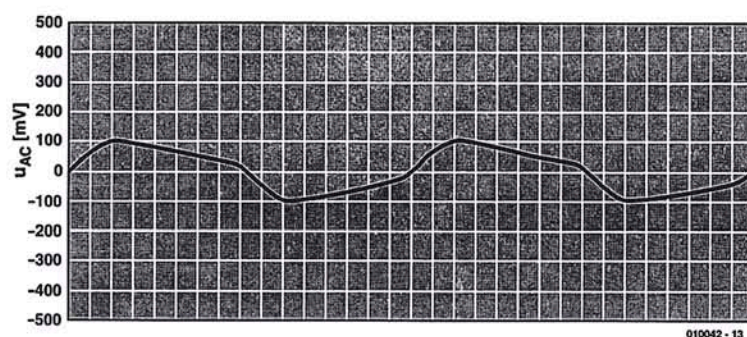

Figura 3. El rizado de la tensión de salida está comprendido entre los ± 100 mV a plena carga.
V. En la **Figura 3** se muestran las prestaciones de rizado de la tensión de salida a plena carga.